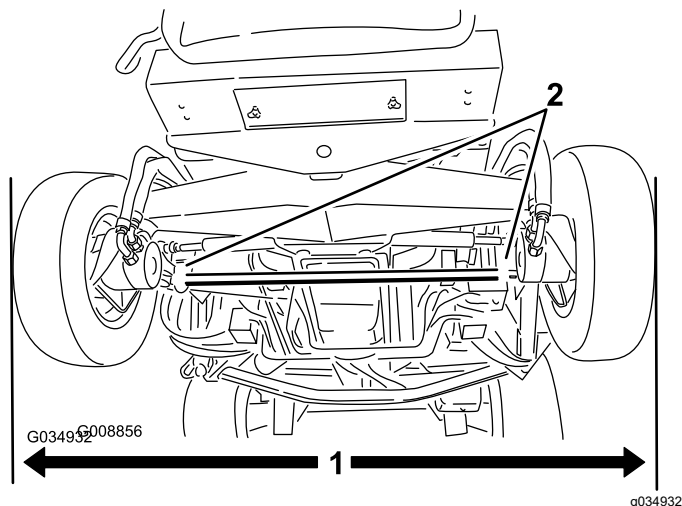

Рисунок 115
1. Установив задние шины строго прямолинейно, измерьте наружное расстояние (на высоте моста) в передней и задней частях задних шин (**Рисунок 115**).
2. Для регулировки схождения ослабьте зажимы на обоих концах поперечных тяг (**Рисунок 115**).